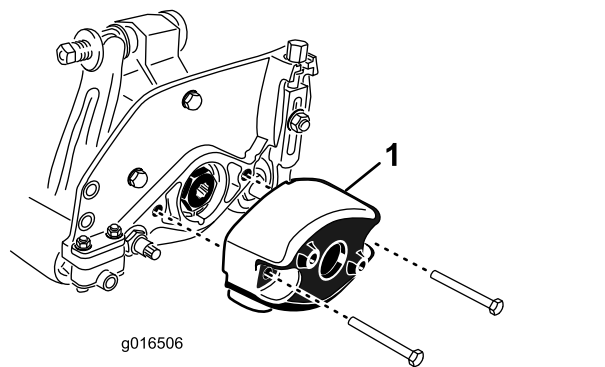

Figura 9
1. Togliete i 2 bulloni che fissano il contrappeso all'estremità sinistra dell'apparato di taglio. Togliete il contrappeso (Figura 9).
5. Sull'estremità destra dell'apparato di taglio applicate un leggero strato di olio sull'O-ring e montate il contrappeso con i bulloni rimossi in precedenza (Figura 9). Serrate i bulloni a 16 - 20 N·m.